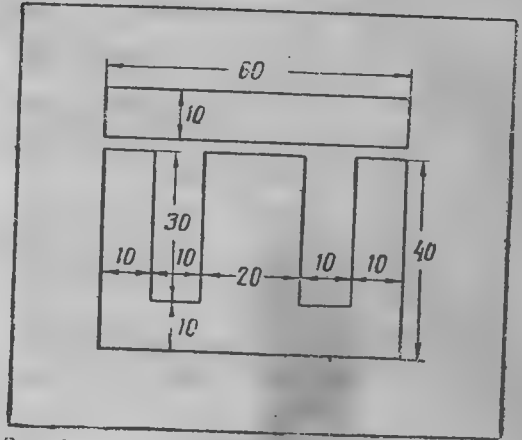

Рис. 3
Первичная обмотка состоит из 5500 витков провода ПЭ 0,12, а вторичная — из 98 витков ПЭ 0,67. Сечение железного сердечника — 5,5 см2. В трансформаторе применено Ш-образное железо. Размеры железных пластин приведены на рис. 3. Железный сердечник собирается встык. Между Ш-образ-
*EF-9* является высокочастотным пентодом с переменной крутизной (варимю). Наиболее подходящей лампой для замены *EF-9* будет пентод-варимю 6К7. Переходная колодка дана на рис. 3.